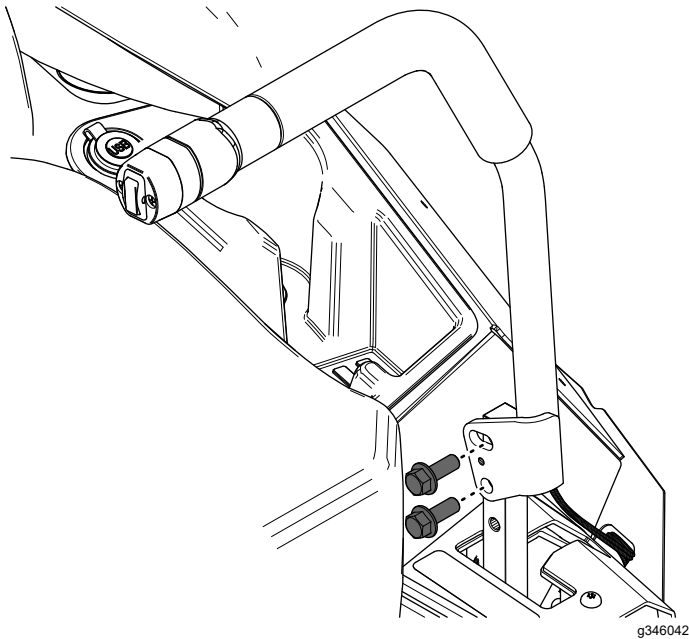

図7
1. 図7のように、先ほど外したフランジヘッドボルト  $\frac{3}{8}$  x 1"2本を使用して、新しい左側走行コントロールレバーを取り付ける。